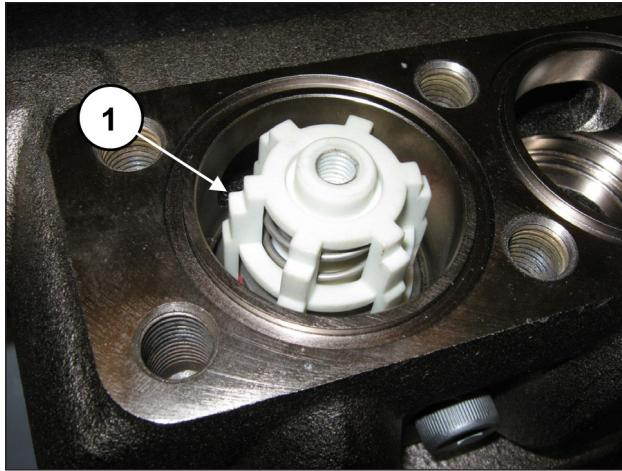

Fig. 159
Il gruppo valvola completo deve essere inserito completamente a fondo e presentarsi come in pos. ①, Fig. 159.